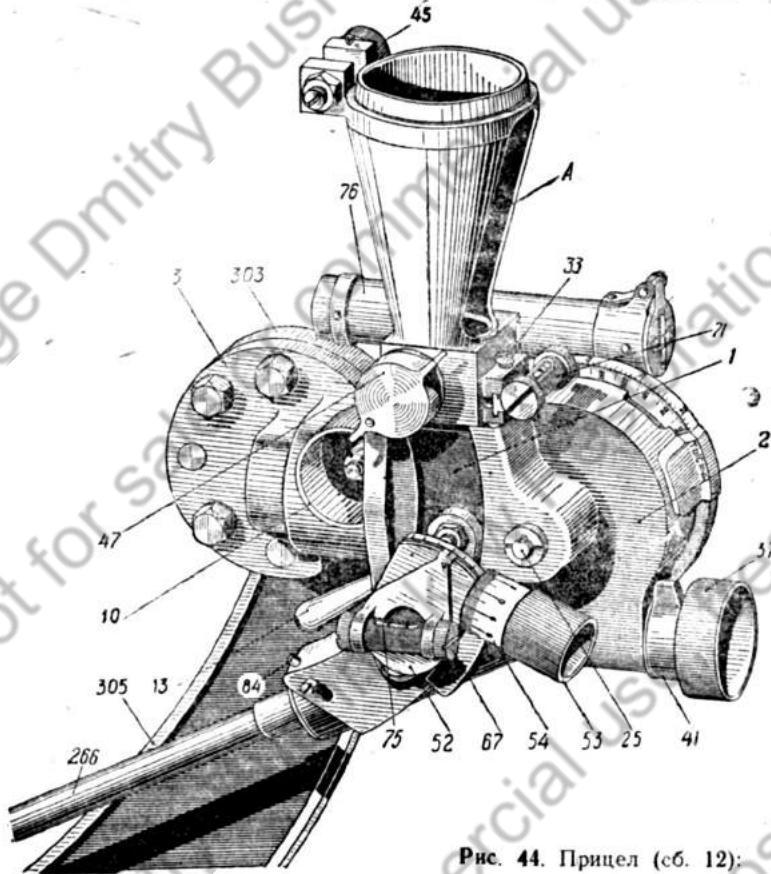

Рис. 44. Прицел (сб. 12):
Коробка 2 прицела (рис. 44 и 45) своей пустотелой цапфой, в которую вложена заводная пружина 16,
Дистанционный барабан 22 (рис. 44 и 45) прикреплён винтами к червячному колесу. На дистанционном барабане нанесены следующие шкалы:
Стебель прицела (рис. 44 и 47) представляет собой изогнутый по дуге брускок коробчатого сечения с зубцами на выпуклой стороне для сцепления с зубчаткой червячного колеса подъёмного механизма прицела. В верхней своей части стебель прицела имеет корзинку А для панорамы.
Боковой уровень (рис. 44 и 48) служит для установки углов места цели во время стрельбы.
Поперечный уровень (рис. 44 и 49) служит для устранения влияния наклона оси цапф люльки. Уровень вставлен с правой в трубку 71 и вместе с ней закреплён в поперечном пазу на задней грани основания корзинки панорамы винтом. Уровень имеет крышку 74, поворачивая которую, можно закрывать и открывать стеклянный уровень.
Визирная трубка 76 (рис. 44) служит для грубой прямой наводки по близким, ясно видимым целям. Трубка установлена с правой стороны основания корзинки панорамы.
3. Оттянуть упор 84 (рис. 44) стебля прицела назад и, продвигая прицел при помощи маховичка подъёмного механизма ещё несколько вверх, вынуть прицел из его коробки.